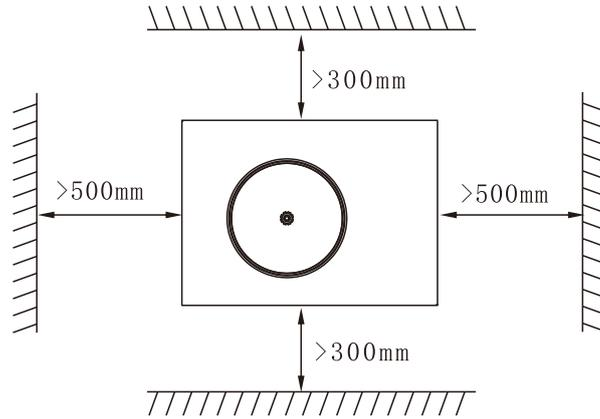
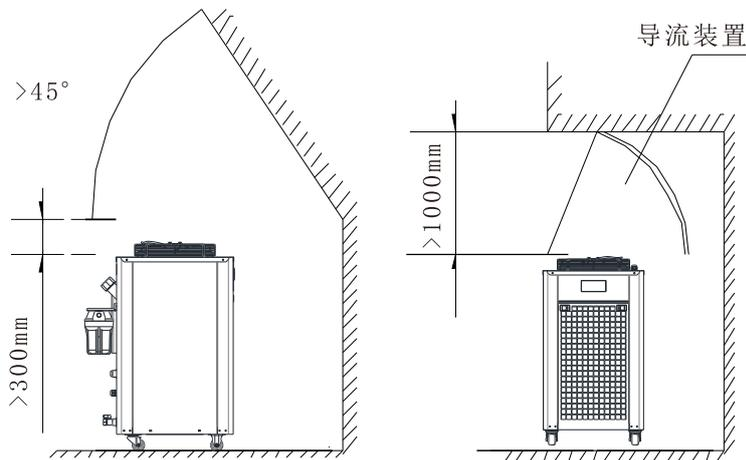

图2 侧出风冷水机安装空间要求
图3 顶出风冷水机安装空间要求
- ◆ 安装位置应使机器排出的热空气不被重新吸回机器，同时避免吸入其他机器排出的热空气，并预留足够的空间以备保养机器。（具体距离请见图2、图3）
b) 冷水机周围的空间要求，详见图2、图3。